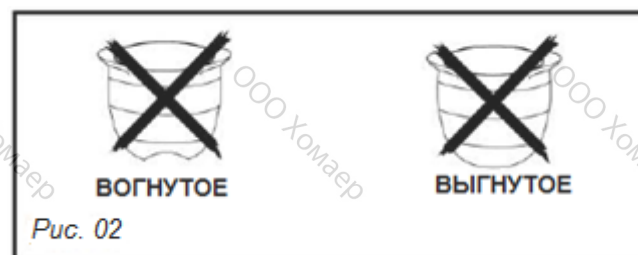

Рис. 02
- Не используйте посуду с вогнутым или выгнутым дном (Рис. 02).